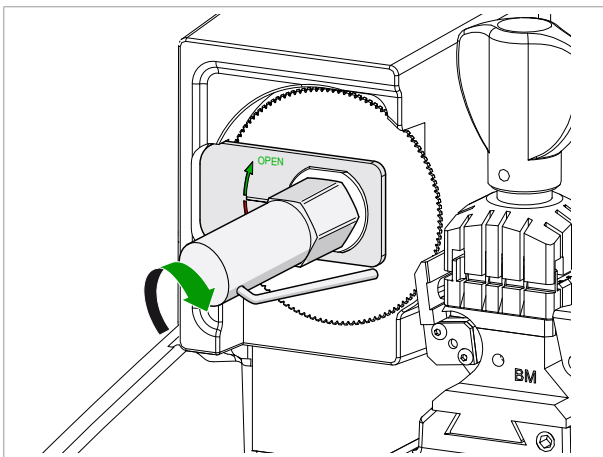

Bild 131
- 4) Den im Lieferumfang enthaltenen Rohrsteckschlüssel verwenden und DIE MUTTER (F2) im UHRZEIGERSINN LÖSEN (Bild 131). **ACHTUNG: DAS GEWINDE IST LINKSDREHEND.**